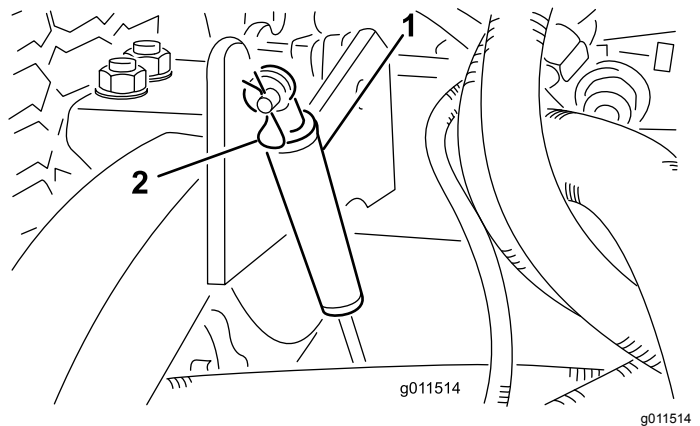

Figura 100
2. Retire el pasador de horquilla que fija los amortiguadores a los brazos de elevación (Figura 100).